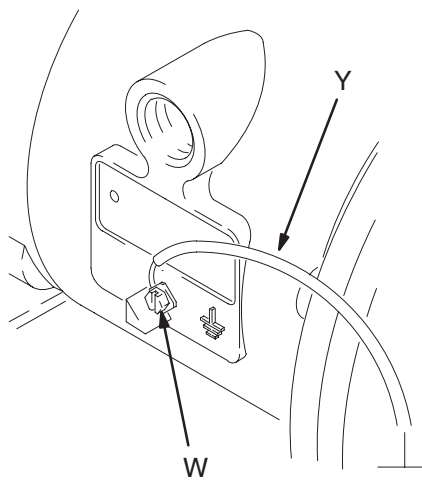

Abb. 1
Werden leitende, brennbare Flüssigkeiten gefördert, muß das gesamte Materialsystem **immer** geerdet sein. Dazu muß das Materialsystem elektrisch mit einer guten Erde verbunden werden. Siehe Abb. 1.
- **Pumpe:** Erdungskabel und Klammer wie in Abb. 1 dargestellt anschließen. Die Erdungsschraube (W) lösen. Ein Ende eines mindestens 1,5 mm² dicken Erdungskabels (Y) hinter die Erdungsschraube schieben und die Schraube fest anziehen. Das Klemmen-Ende des Erdungskabels mit einem guten Massepunkt verbinden. Zu bestellen: Erdungskabel und Klammer, Teile-Nr. 819.0157.